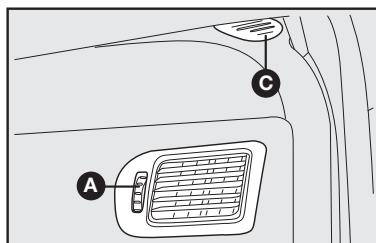

fig. 28
**C** - Difusor fixo para os vidros laterais fig. 28.